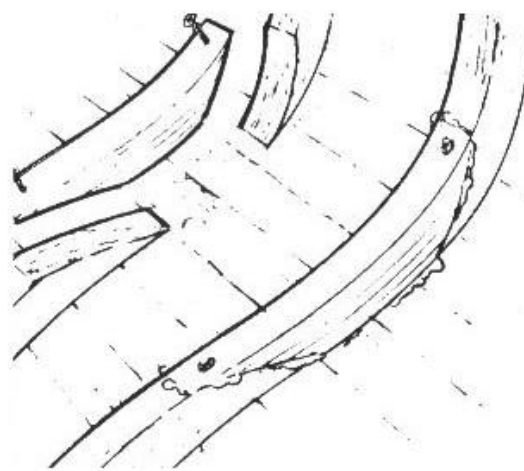

Figura 5-5 Encole una nueva sección laminada o sólida recortada para llenar el hueco en la cuaderna original.
4. Instale la nueva sección de cuaderna (*Figura 5-5*). Impregne las superficies de contacto de los extremos de la cuaderna original y de la nueva sección. Aplique una buena cantidad de mezcla espesada de epoxi/406 a una cara de cada área de contacto.